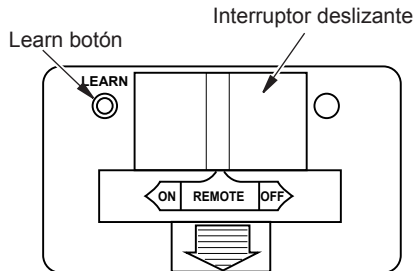

Figura 30 - Receptor
1. Coloque el interruptor deslizante en el receptor en la posición remota (vea la Figura 30).